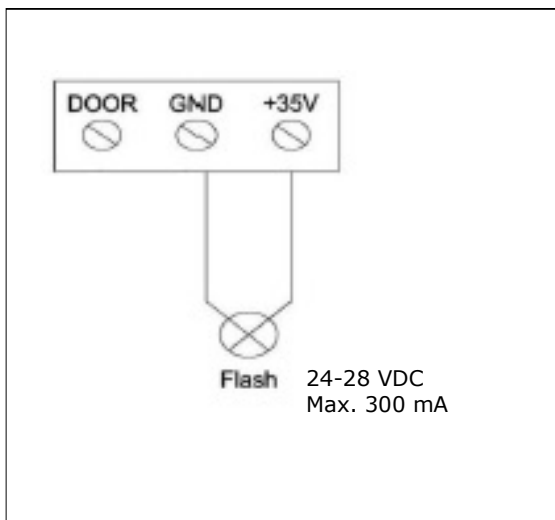

Bild 19
3. Anschluss Warnleuchte – Bild 19